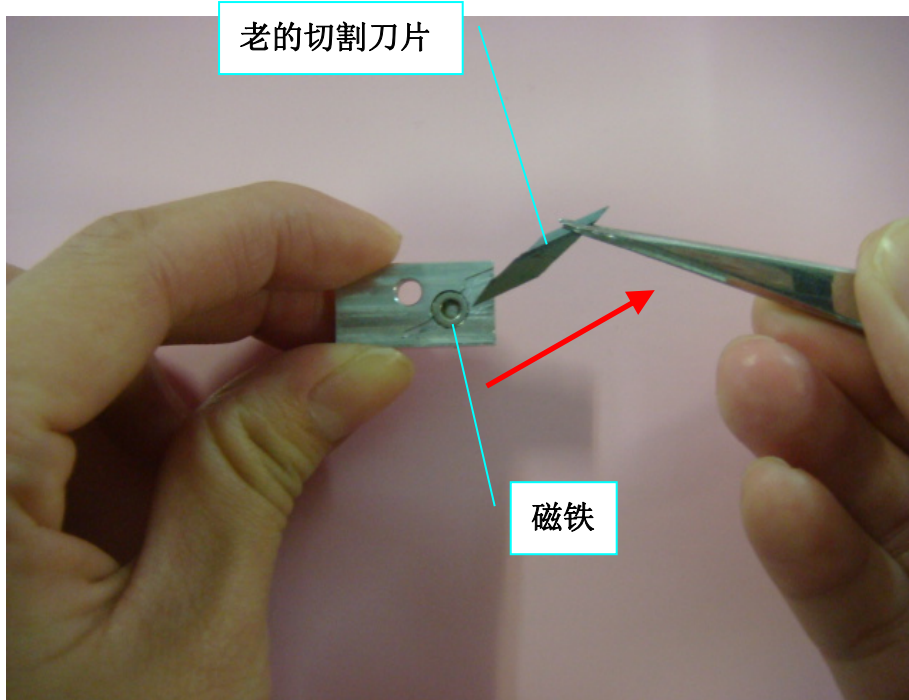

图 2-45
**步骤 7** 将固定座上靠磁铁固定的切割刀片取下，用镊子将新刀片沿着红线标识的轨迹安装上去（图 2-45 和 2-46）。